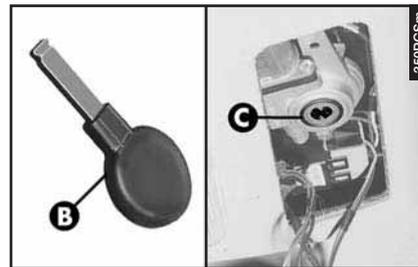

fig. 133
– Utilizzando l'apposita chiave (**B-fig. 133**) fornita in dotazione e posta nella borsa attrezzi, spingerla in sede e ruotare la boccola (**C-fig. 133**) del motoriduttore di comando del tetto apribile.